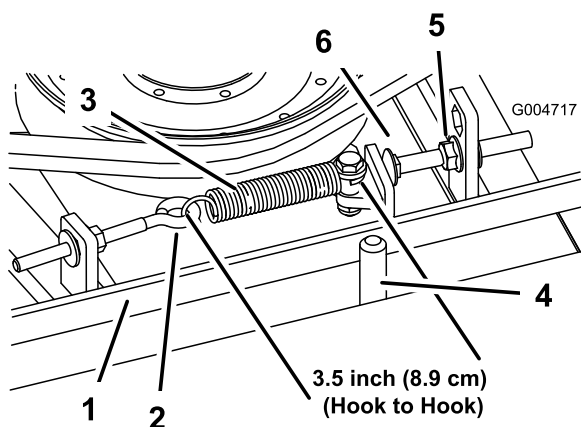

Figura 101
Quando la tensione è corretta, la misura interna della molla di prolunga (da gancio a gancio) deve essere circa 8,3 cm - 9,5 cm. Quando la tensione della molla è giusta, regolate il bullone di arresto (bullone a testa tonda) fino ad ottenere un gioco di 2 - 5 mm tra la testa del bullone ed il braccio di rinvio (Figura 101).
Nota: Verificate che la cinghia si trovi dal lato molla del guidacinghia (Figura 101).
2. Allentate il bullone ad occhio per consentire la rimozione della molla di prolunga (Figura 101).
3. Allentate il dado flangiato che fissa il bullone di arresto all'aletta di montaggio e spostate la puleggia tendicinghia dalla cinghia per rilasciare la tensione (Figura 101).
9. Collegate la molla di prolunga (Figura 101) al bullone ad occhio e tendete la cinghia come segue: